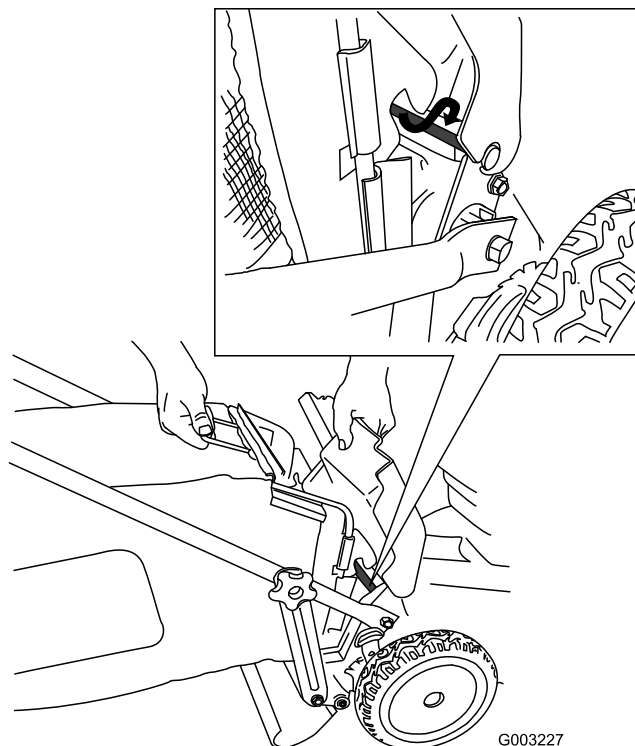

Figura 36
4. Montate il cesto di raccolta sull'asta dello sportello (Figura 36).